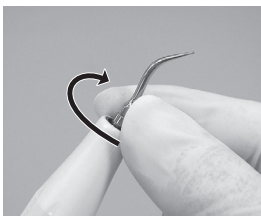

Fig. 13
- 1) Girare lievemente la punta con la mano e inserirla (Fig. 13).